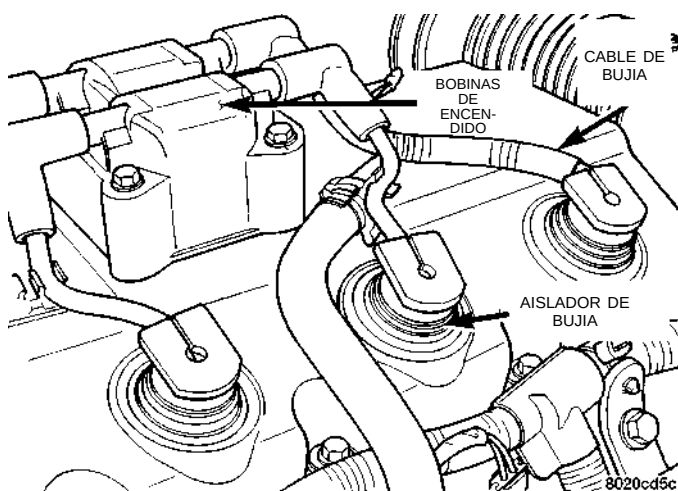

Fig. 38 Bobina de encendido y bujías—Características
(9) Inspeccione el conector eléctrico de la bobina de encendido. Asegúrese de que los aisladores de bujía estén firmemente asentados sobre las bujías (Fig. 38).